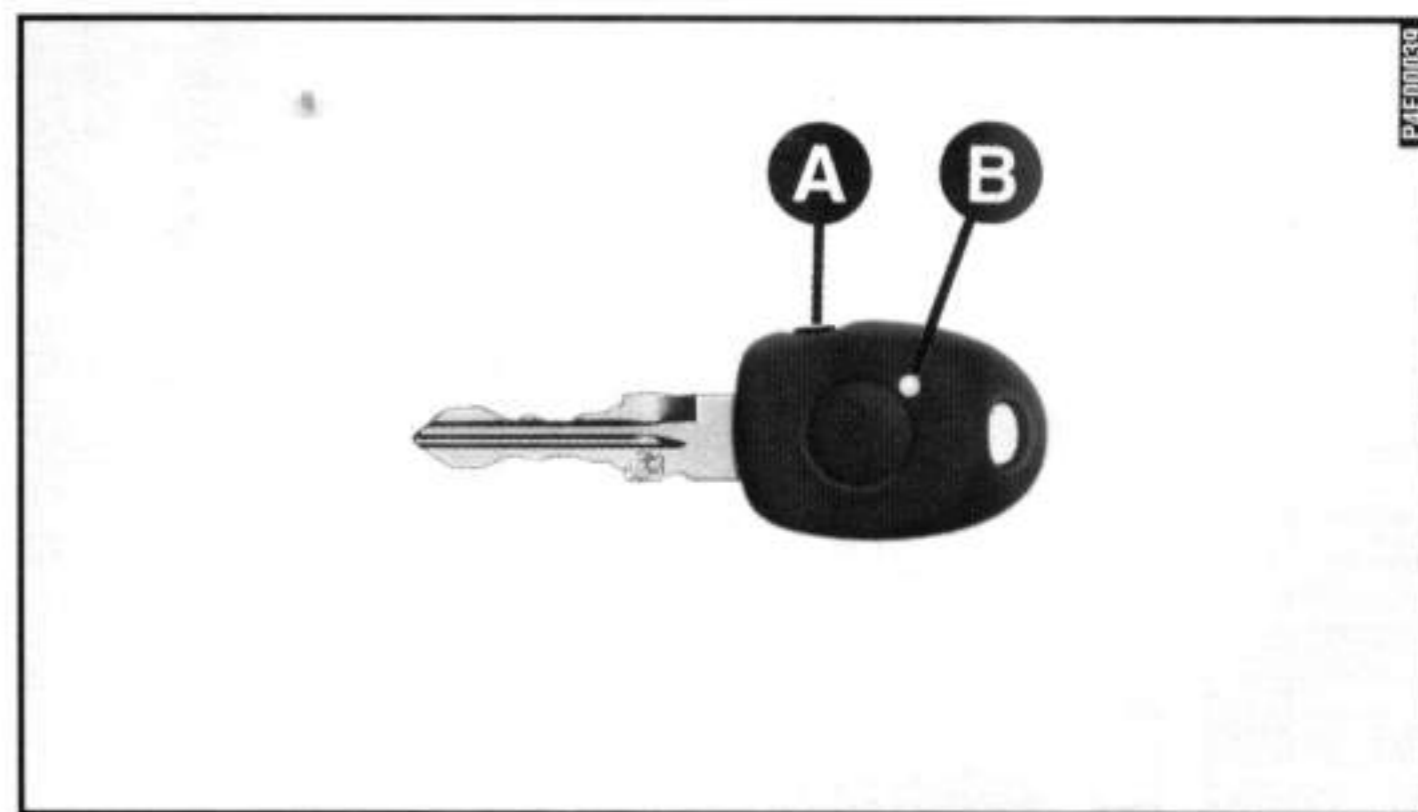

fig. 4
**Para ativar o alarme eletrônico:** apertar de leve o botão **A-fig. 4** do telecomando. É emitido um bip e as setas acendem-se por cerca de 3 segundos.
O telecomando incorporado na chave de ignição está equipado com um botão **A** e um led **B-fig. 4**; o botão ativa o comando, o led pisca enquanto o transmissor manda o código ao receptor.